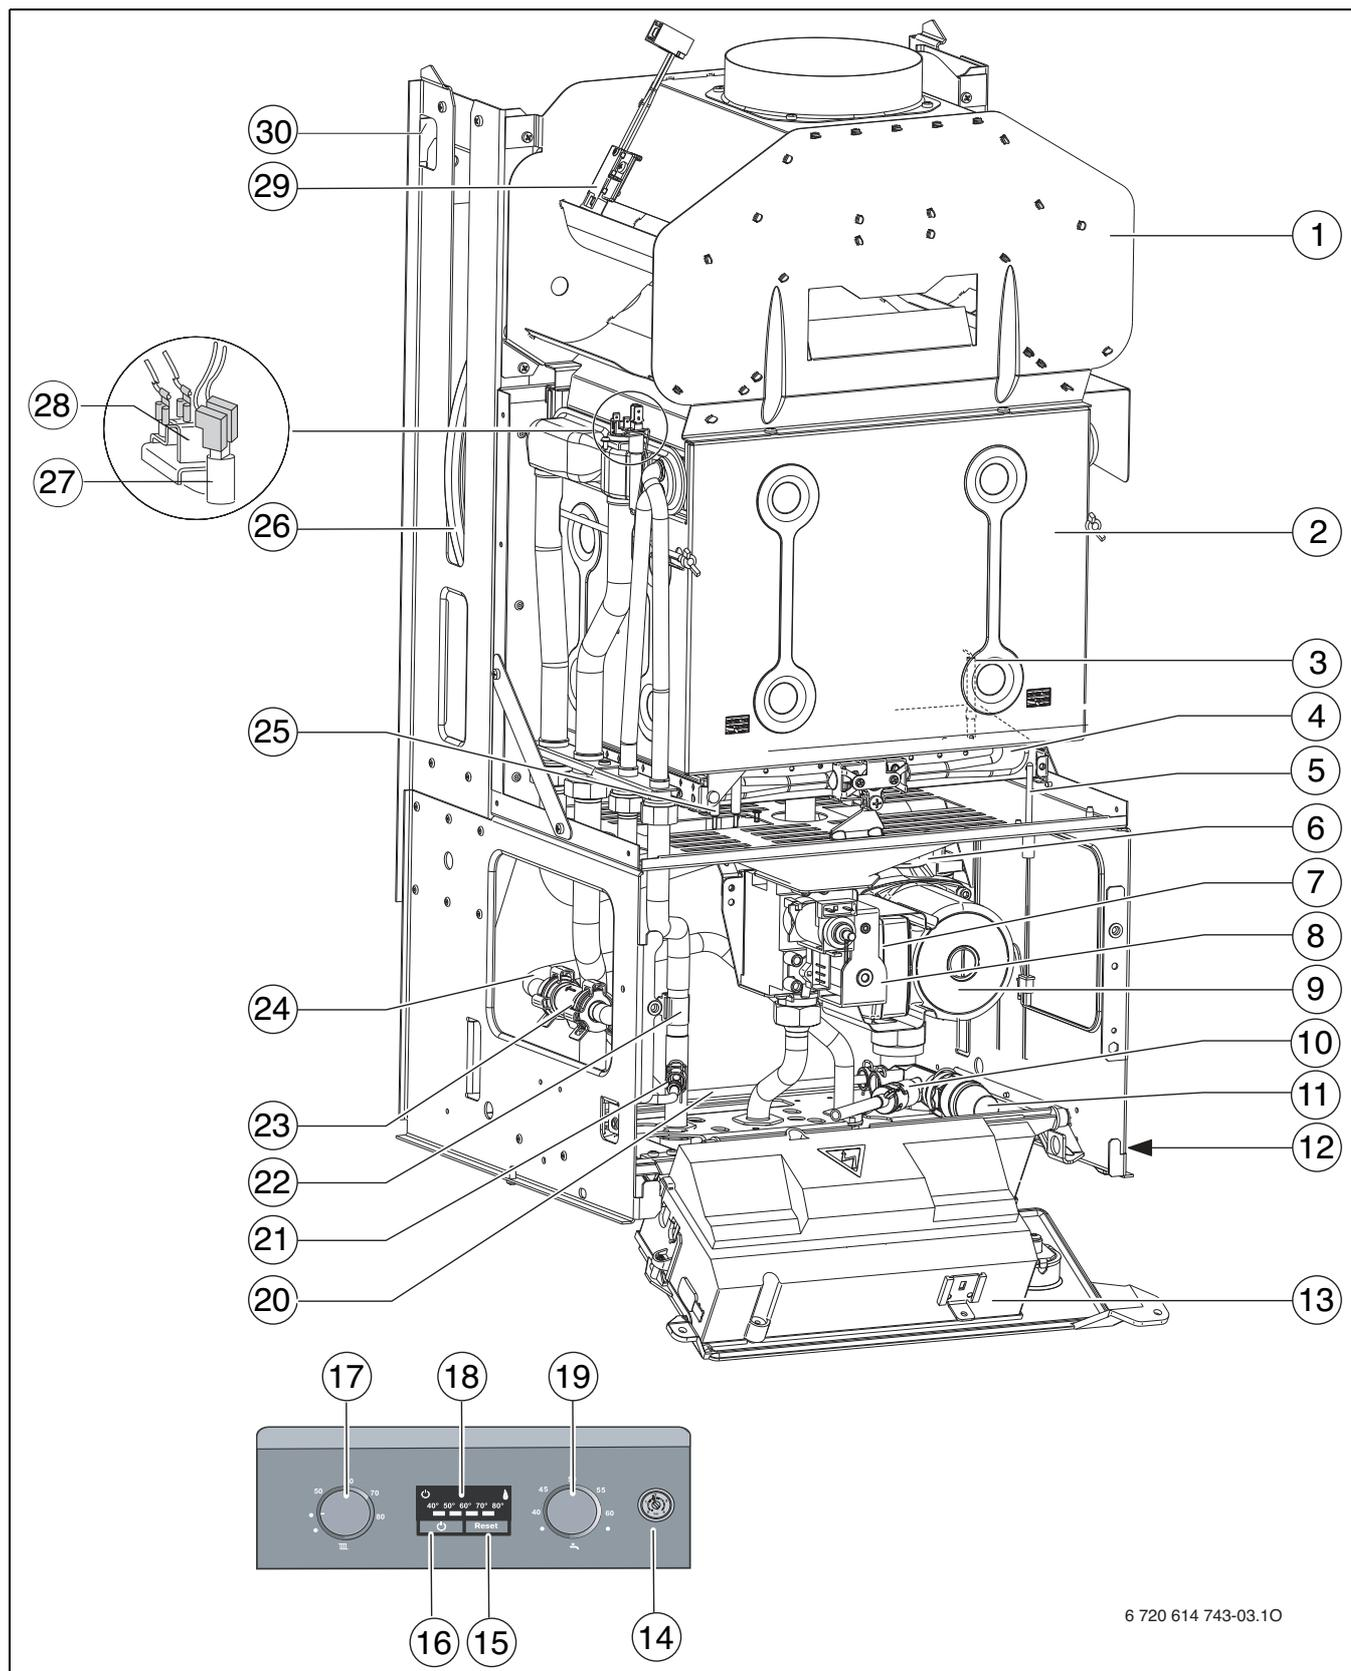

Рис. 3
Заводская табличка находится справа внизу на траверсе (→ рис. 3, [12], стр. 6).
**Пояснения к рис. 3:**